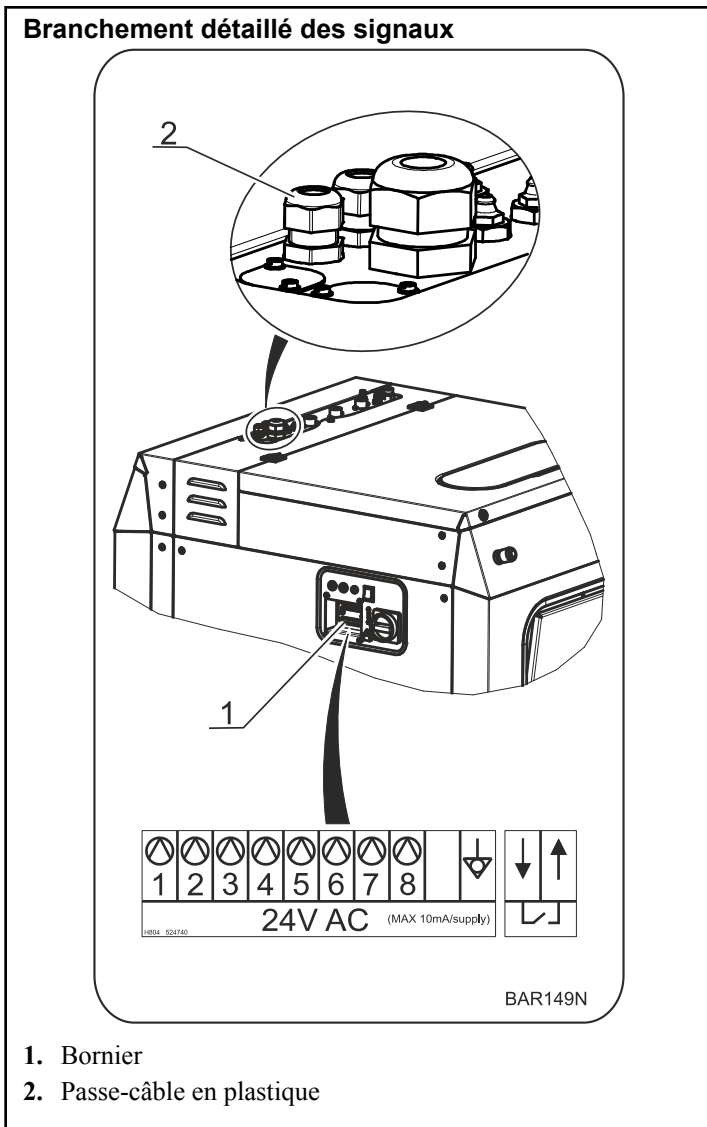
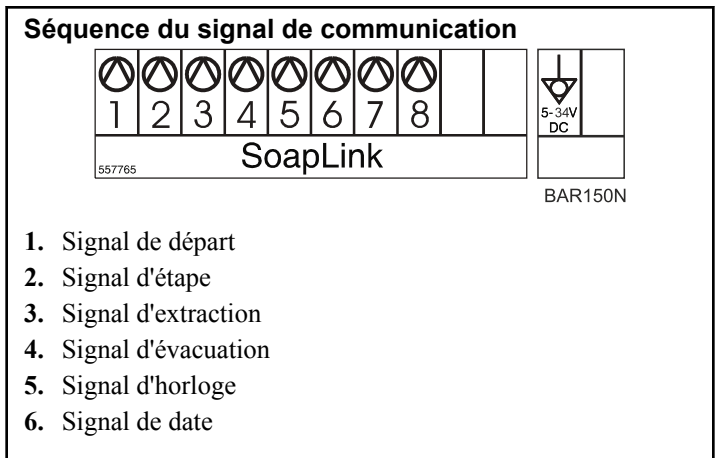

Figure 36
Figure 37
Pour la connexion électrique des signaux de contrôle de l'alimentation, des signaux de contrôle sont disponibles sur le côté de la machine avec signalisation via une diode DEL de l'activation de la pompe respective dans la boîte de jonction, voir *Figure 36* (1). Dans la boîte de jonction, il y a une étiquette pour la connexion électrique. Voir *Figure 36*. Le détail de la connexion des signaux peut également être consulté sur le schéma électrique de la machine. Les signaux pour la commande des pompes d'alimentation sont du type 24 V c.a. Le courant maximum des circuits de commande des pompes doit être limité à 100 mA. Amenez le câble pour la connexion des commandes des pompes à travers le passe-câble en plastique. Voir *Figure 36* (2). Après la connexion des conducteurs vers leurs positions respectives du connecteur « P » (vis de serrage), fixez le câble en serrant le passe-câble) pour prévenir sa déconnexion et fermez la boîte avec le couvercle. Pour plus de détails sur la programmation du distributeur central de lessive liquide, consultez le manuel de programmation.
Cette fonction peut être activée par un contact extérieur, qui est connecté entre les broches « ↑ » et « ↓ », voir *Figure 36*. Une telle connexion est possible seulement si les machines ont été commandées avec l'option « Heating delay / waiting for detergent » (Retard de chauffage / Attente de la lessive).
Il y a un boîtier de jonction situé sur le côté de la machine, voir *Figure 36*. Il doit être utilisé pour les connexions électriques des signaux, pour le contrôle de la distribution effectué par le biais du système de communication SoapLink. Un schéma de branchement est fourni sur la boîte de jonction, voir *Figure 37*.
Pour un schéma de connexion des signaux, reportez-vous également au schéma de branchement sur la machine. La tension d'alimentation doit être comprise entre 5 et 24V c.c. Amenez le câble de communication à travers le passe-câble en plastique, voir *Figure 36* (2). Une fois que les connecteurs ont été branchés sur leurs positions respectives sur le connecteur « P » (bornes de visage), fixez le câble de façon sûre afin d'éviter qu'il ne soit froissé par le serrage du passe-câble et fermez la boîte avec le couvercle. Pour des informations détaillées sur le moyen d'activer le système «SoapLink», lisez le Manuel de programmation.